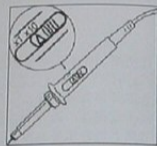

图1-5 探头衰减倍率开关设定
- ①. 将示波器探头连接到CH1输入端，并将探头上的衰减倍率开关设定为10×（图1-5）。